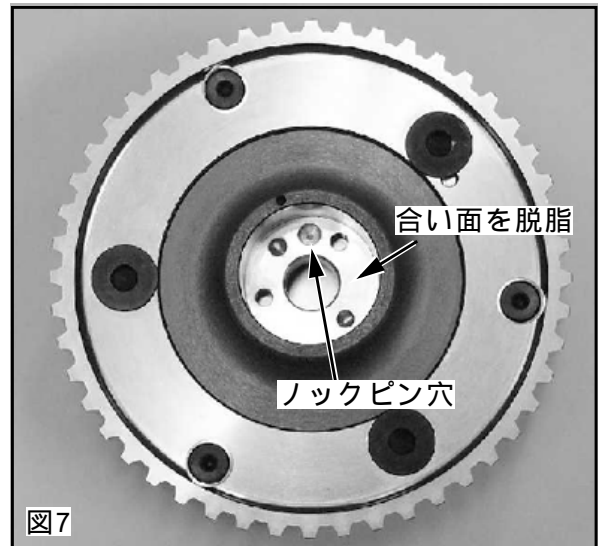

図7
- (1) Vカム端面と可変ユニットの合い面を脱脂してください。
- (2) ノックピンと穴位置を確認し、Vカムに可変ユニットを挿入してください。〔図7〕